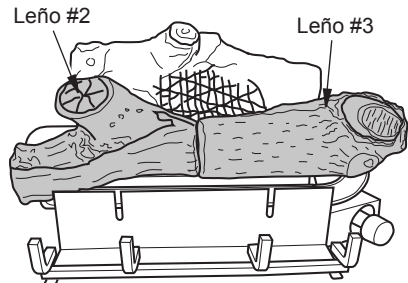

Figura 20 - Instalación Leños #2 y #3
2. Coloque el leño #2 y #3 log en el soporte de la rejilla central (ver Figura 20).